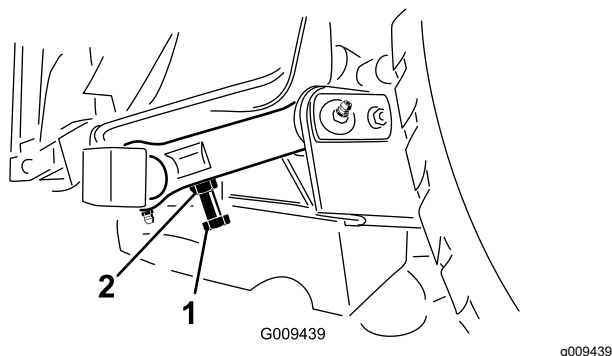

Bild 29
3. Sie können den Abstand mit der Einstellschraube am hinteren Gelenkverbindungsteil des Mähwerks einstellen (Bild 29).